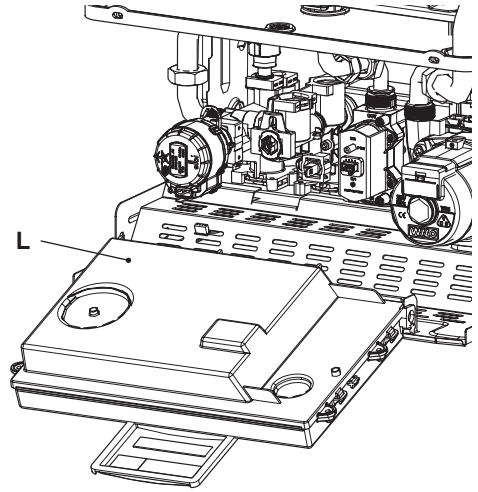

Figura 5.18
- Localice la tapa de cobertura de la bornera L (Figura 5.18), extraiga los tornillos de sujeción y ábrala.